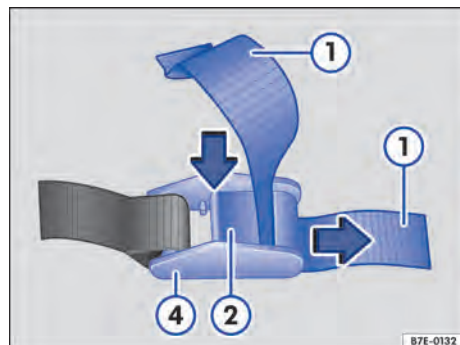

Fig. 124 Aflojar la cinta con hebilla.
2. Presione la palanca → Fig. 124 ② y extraiga la cinta ① de la hebilla ④.
3. Introduzca la cinta → Fig. 124 ① de atrás hacia delante entre la palanca ② y el puente ③.
4. Apriete la cinta → Fig. 124 ① y suelte la palanca ②.